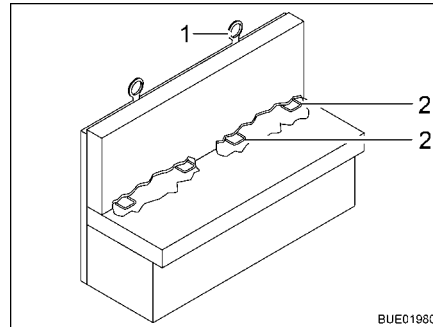

Fig. 25 Sistema de sujeción para sillas de seguridad para niños ISOFIX
Si el vehículo está equipado con un sistema de sujeción para sillas de seguridad para niños ISOFIX, los asientos apropiados para el mismo estarán marcados con el símbolo ISOFIX. Estos asientos del vehículo dispondrán de estribos de sujeción (Fig. 25,2) y otro punto de anclaje en la parte superior del respaldo (Top Tether) (Fig. 25,1). Usar unos sistemas de retención infantil apropiados para ISOFIX. Los sistemas de retención infantil tienen brazos de enganche que se engatillan en los estribos de sujeción del asiento del vehículo.
- Si es posible, fijar el asiento infantil adicionalmente en el Top Tether (Fig. 25,1).